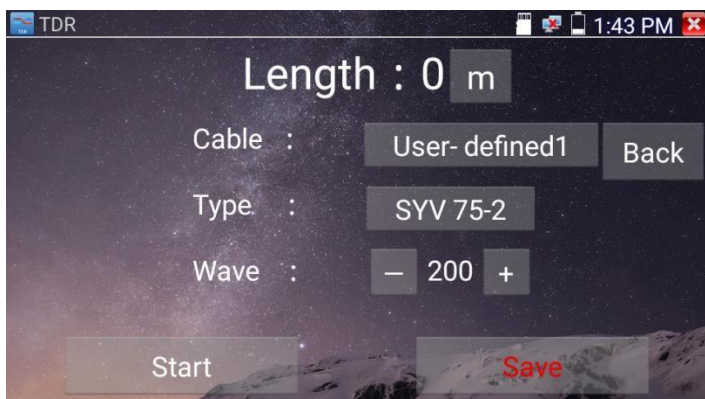

Рис. 111 Сохранение пользовательских настроек
4. Нажмите «сохранить как» (чтобы задать имя для этого кабеля). Вы сможете выбирать этот кабель при дальнейшей работе с тестером, рис. 111